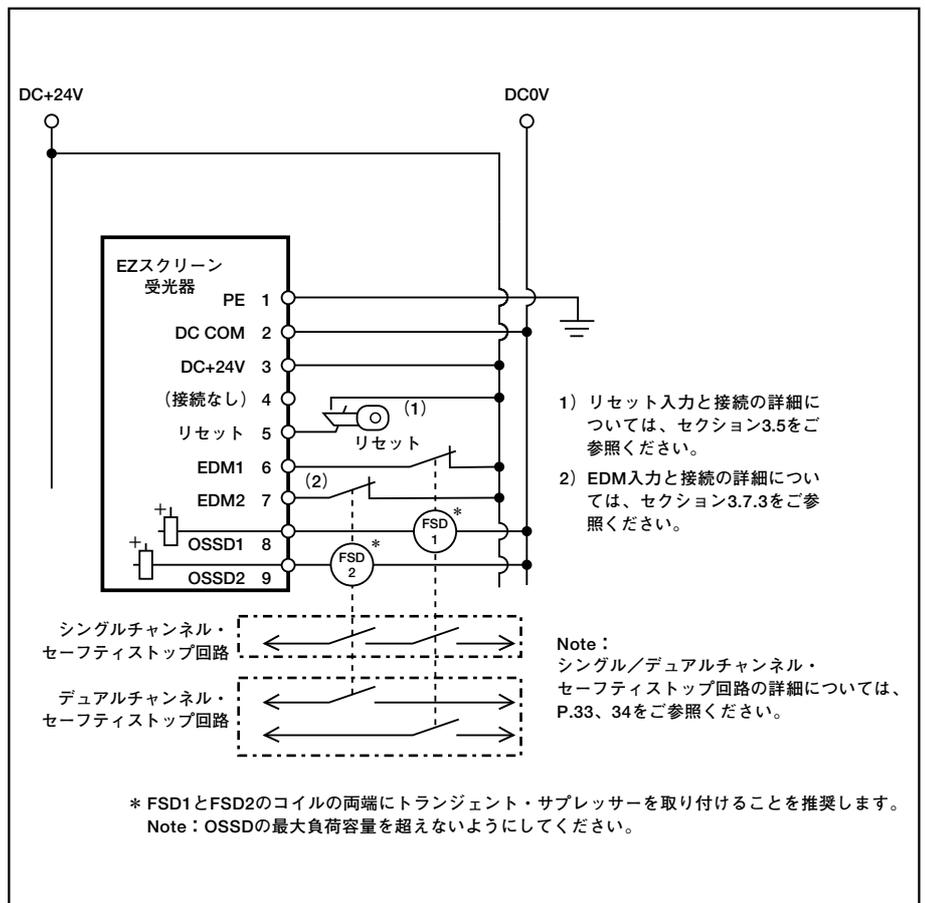

Fig.3-16 EZスクリーン受光器の一般的な接続 — FSD (2ch EDM、キーリセット)
一般にこれは、OSSDがOFFになるとき最終段開閉素子 (FSD: Final Switching Device) によって行われます。Fig. 3-16をご参照ください。
これらの要件を満たす一般的な方法は、モニタリングに2ch制御を使用し、各MPCEのノーマルクローズの強制ガイド式接点を右のセクションとFig. 3-16,3-17,および3-18に示したように接続することです。
2つの機械一次制御要素(MPCE1とMPCE2)は、他の装置の状態に関係なく危険な機械の動作を即時停止できなければなりません。機械制御におけるこれらの2つのMPCEは同じものである必要はありませんが、機械の停止時間(安全距離の計算に使用する $T_s$ 、セクション3.3.1参照)には遅い方を考慮に入れる必要があります。1つの一次制御要素しかない機械もあります。このような機械では、単一のMPCEの回路をもう1つ追加して二重化する必要があります。補足情報については、Fig. 3-16と3-17を参照するか、装置メーカーへお問い合わせください。
各MPCEの1つのノーマルクローズ強制ガイド式モニタ接点をEDM入力に接続することを強く推奨します(Fig. 3-16, 3-17参照)。この接続を行うと、MPCEの適正な動作が保証されます。MPCE接点のモニタは、「信頼できる制御」を維持する方法の1つです。
- **2チャンネルモニタリング**は、EZスクリーン・グリッド・システムにより制御される各装置からの、機械的に連結されたノーマルクローズ・モニタ接点の個別接続です。モニタ接点は、対応するOSSD出力の状態が変化するとき(ONまたはOFFに変化したとき)200ms以内に状態が変化しなければならず(どちらもオープンまたはクローズ)、そうならない場合はロックアウトとなります(セクション5.1「診断」参照)。2チャンネルEDMの接続については、Fig. 3-16または3-17をご参照ください。モニタ接点をDC+24VとEDM1(端子6)の間とDC+24VとEDM2(端子7)の間に接続してください。セクション4.1の指示に従って、DIPスイッチを「2」に設定します。